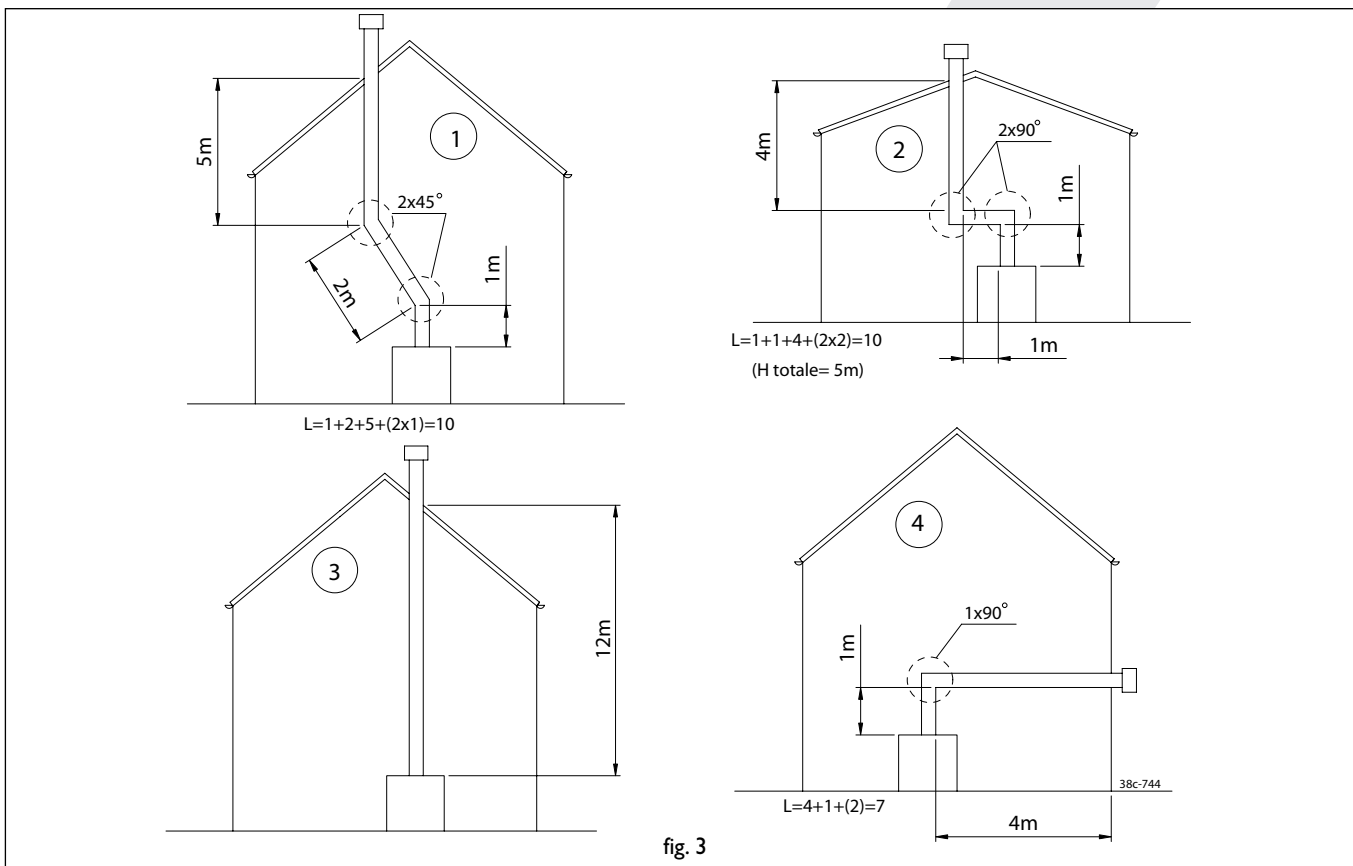

fig. 3
- Choisissez entre les différentes possibilités de raccordement selon la figure 3.